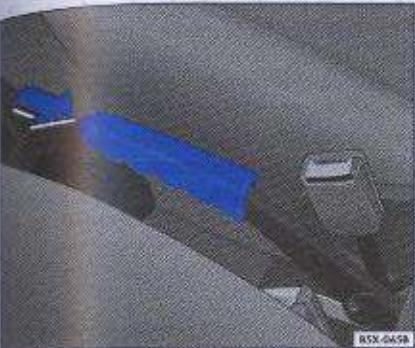

Fig. 100 Palanca del freno de mano localizada entre los asientos delanteros
- Tire de la palanca firmemente → fig. 100.
- Levante ligeramente la palanca, presione el botón de bloqueo → fig. 100-flecha- y baje la palanca hasta el topo → ▲.